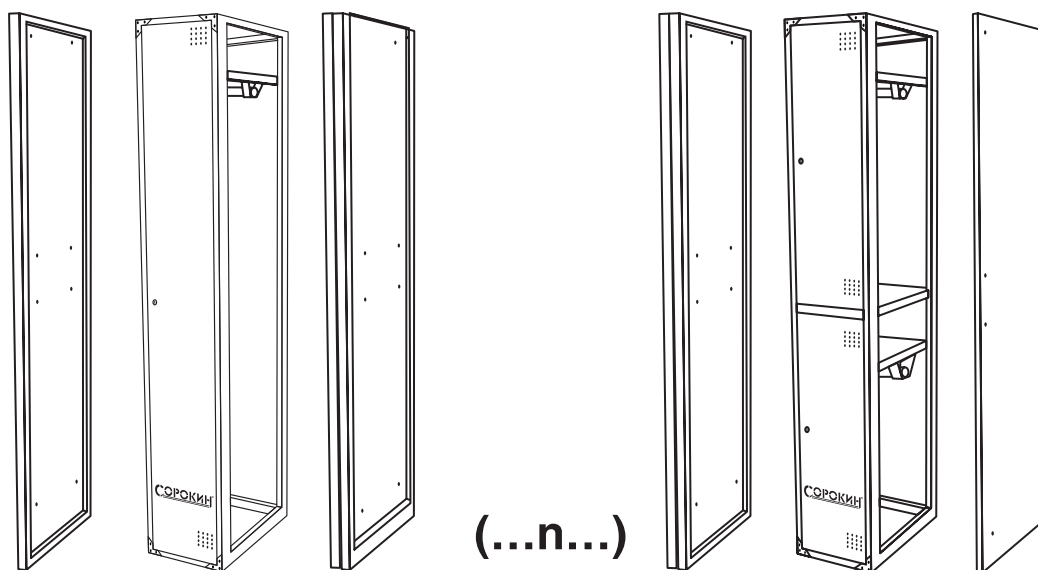

Рисунок 2 – Возможные комбинации шкафов
- собирается шкаф (см. рис. 2) с одной боковой стенкой и одной межсекционной перегородкой (справа или слева в зависимости, куда будет устанавливаться дополнительная секция);